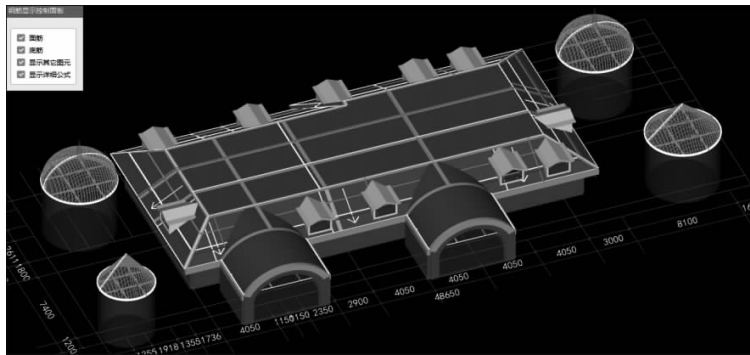

图 1-6 拱结构
②拱结构:拱墙、拱梁、拱板、球面板、锥面板。在 BIM 钢筋抽样 GGJ2013 中不能布置和计算拱结构(见图 1-6),一般为手工对照检查核对,非常麻烦且效率低。